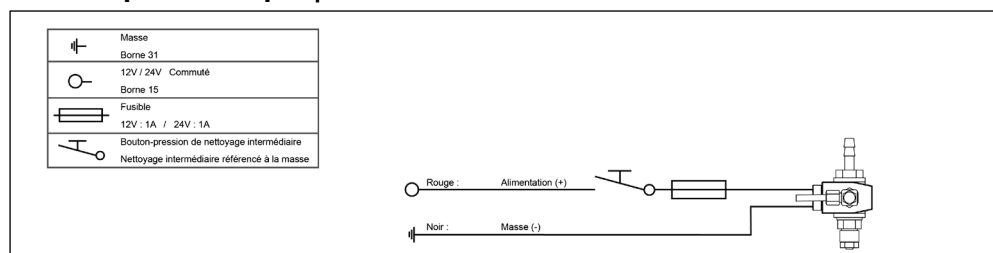
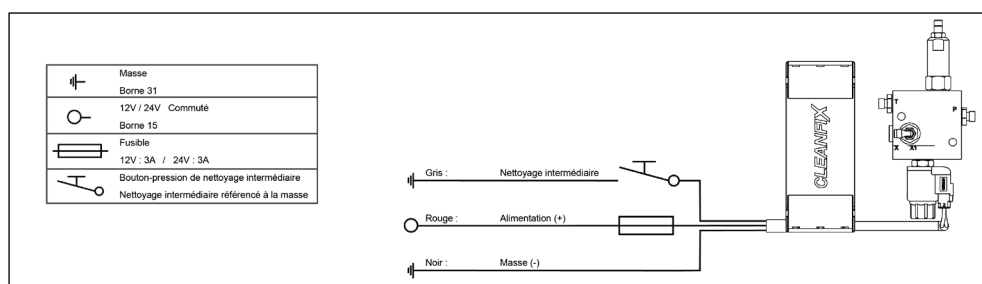

Fig. 65
Fig. 73
Si une alimentation électrique couplée et protégée par fusible (borne 15) dispose d'une alimentation en tension suffisante (voir Fig. 65 - Fig. 73), il est possible d'utiliser celle-ci.
- 40) Raccorder le composant électronique à l'alimentation en tension de la machine (voir Fig. 65 - Fig. 73).